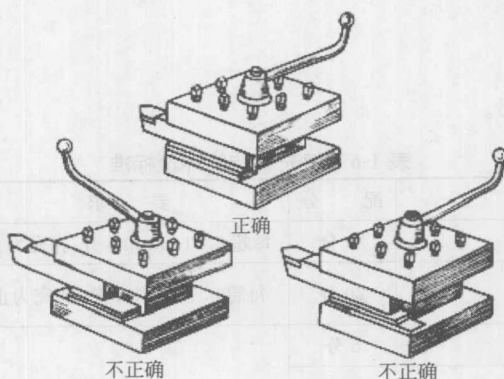

图 1-3 车刀的装夹
2) 车刀下面垫片的数量应尽量少(一般为 1~2 片),并与刀架边缘对齐,且至少用两个螺钉平整压紧,以防振动,车刀的装夹如图 1-3 所示。